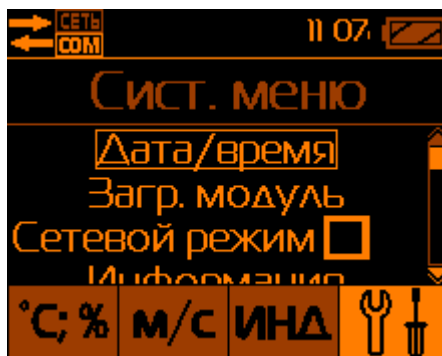

Рис.25 – Системное меню блока отображения информации
2.7.3. Установка или корректировка текущего времени и даты в блоке отображения информации осуществляется выбором пункта меню «Системное меню» и в нём пункта «Дата/время» (Рис.25).